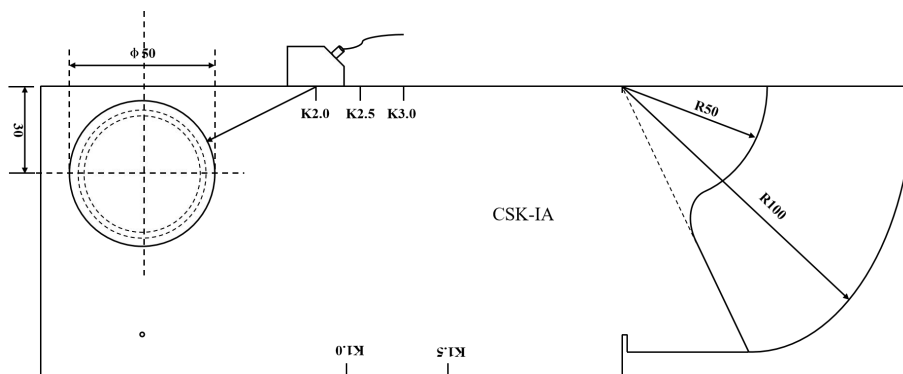

图 4.3 斜探头 K 值校准时探头放置区域
①在完成斜探头校准的第⑥步后 (详见第 4.1.2.1 节), 不退出自动调校功能, 功能状态栏直接点击【探头 K 值】, 仪器弹出 K 值校准参数设置窗口;
②用户根据 CSK-IA 试块参数, 输入孔径值 (50mm)、孔深值 (30mm), 点击【取消】, 则退出 K 值校准; 点击【开始校准】, 则进入 K 值自动校准状态;
③将斜探头移动至 CSK-IA 试块的上表面的 K 值校准区域，如图 4.3 所示；
④微调斜探头，直到找到 $\phi 50$ 孔径的最高回波位置并保持不动，此时功能状态栏中的 K 值会根据探头位置实时更新；
⑤点击【K 值校准完成】，仪器自动保存 K 值数据，退出该功能；用户可进入参数设置界面查看 K 值。